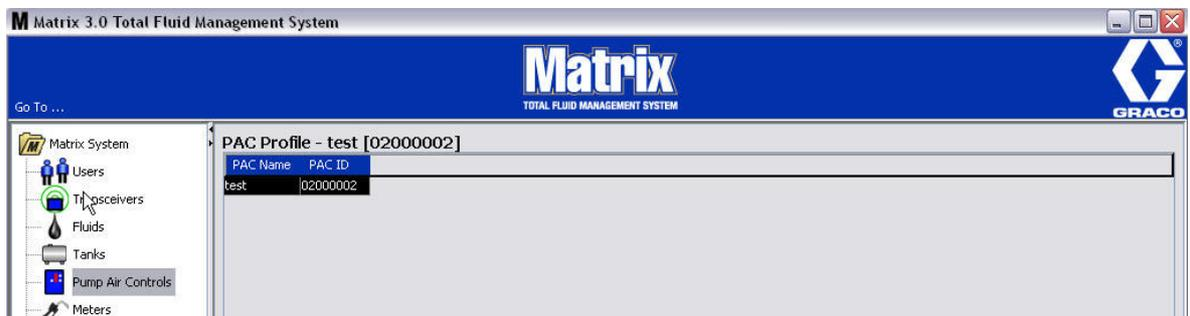

FIG. 83
6. La PAC associée apparaît dans l'écran principal comme illustré dans la Fig. 83.